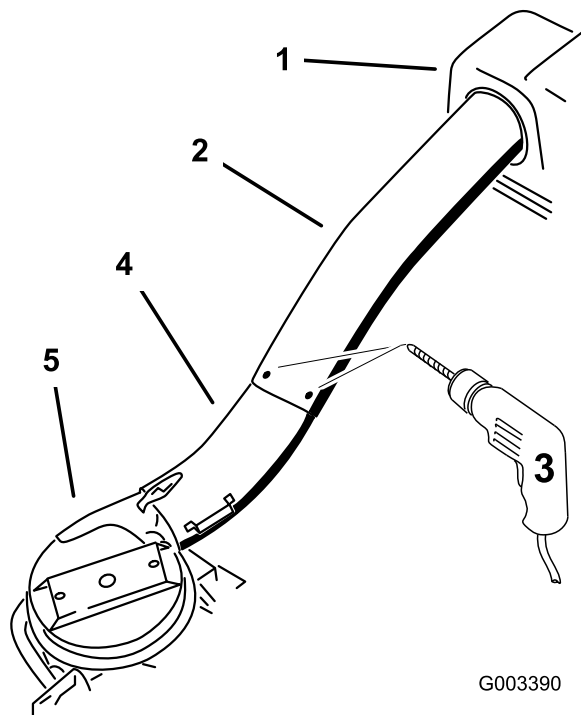

Figura 24
10. Usando los 3 orificios o muescas del tubo superior como guía, perforo 3 orificios (5.6 mm [7/32"] de diámetro) en el punto de unión de los tubos superior e inferior (Figura 24).